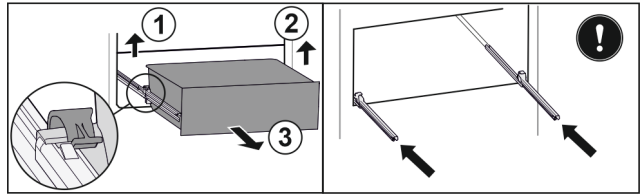

Fig. 112
- ▶ Приподнимите левый зажим и одновременно вытяните движением вперед выдвижной ящик слева. Fig. 112 (1)
- ▶ Приподнимите правый зажим и одновременно вытяните движением вперед выдвижной ящик справа. Fig. 112 (2)
- ▶ Извлеките выдвижной ящик движением вперед. Fig. 112 (3)